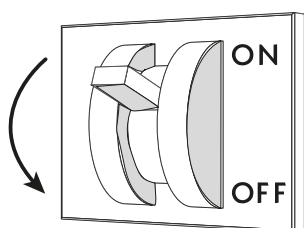

Fig. 35
- Togliere la tensione elettrica al banco tramite l'interruttore sezionatore generale a parete ("Fig. 35").